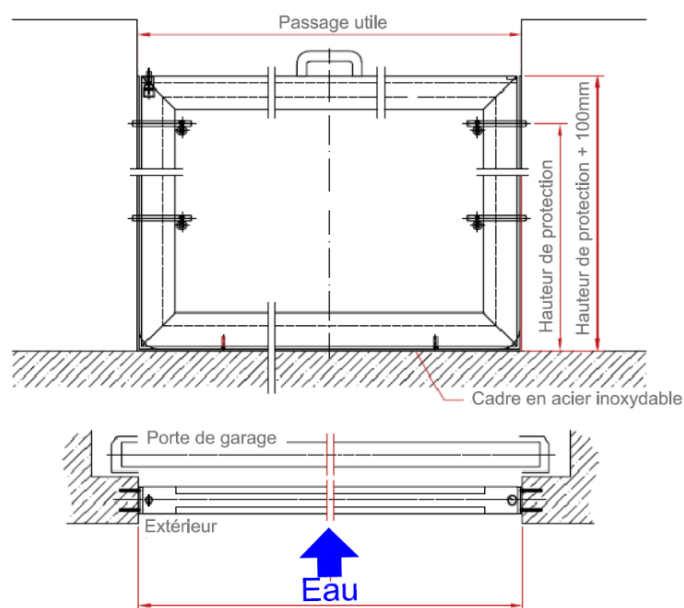

Figure 2
- Installation entre murs déportés (fig 2 partie Type de pose)